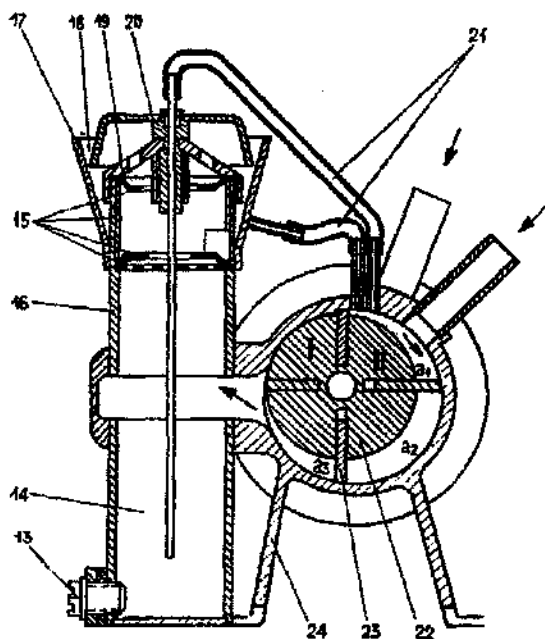

Рис. 3. Ротационная воздуходувка:
5.1. В корпусе 24 (рис. 3) вращается ротор 22 со вставленными в пазы ротора лопастями 23. Ось вращения ротора смещена относительно оси корпуса. Лопастями при вращении ротора прижимаются центробежной силой к внутренним стенкам корпуса.
Периодически, примерно через 50 ч работы аспиратора, заменяйте масло в масленке воздуходувки, для этого выньте аспиратор из кожуха, отвинтив четыре винта 7 (рис. 1); отверните пробку 13 (рис. 3) и слейте отработанное масло, закройте пробку 13, залейте свежее масло. После заливки свежего масла включите аспиратор на 2—3 мин.